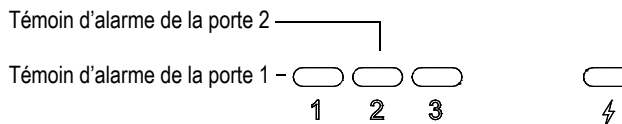

Figure 2-12 Témoins lumineux d'alarme de la porte 1 et de la porte 2
- L'un des deux témoins lumineux d'alarme (LED) s'allume sur le panneau avant de l'EPOCH 600 (voir la Figure 2-12 à la page 43)